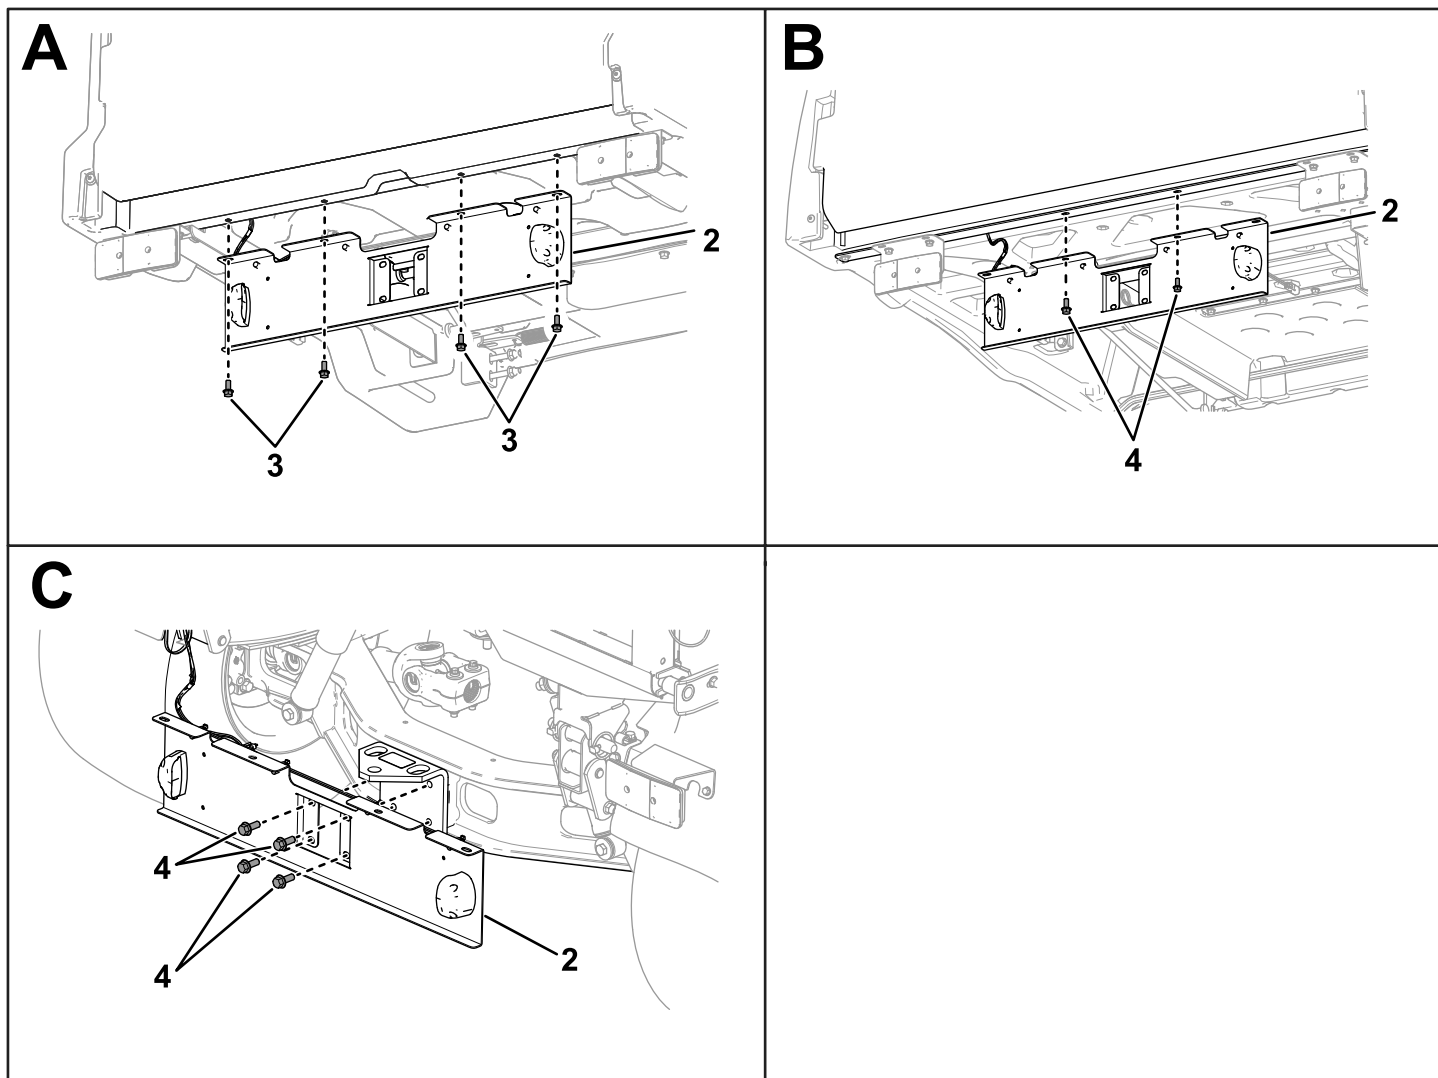

Figura 2
- **Workman GTX:** Utilizando 4 parafusos hexagonais de cabeça flangeada (5/16 x 3/4 pol.), instale o suporte no lado inferior da plataforma de carga (A em Figura 2).
- **Workman MDX:** Remova os 2 parafusos de cabeça de flange existentes da parte inferior da plataforma de carga e utilize-os para instalar o suporte (B em Figura 2).
- **Workman HDX:** Remova os 4 parafusos de cabeça de flange existentes da placa de engate (reboque) e utilize-os para instalar o suporte (C em Figura 2).